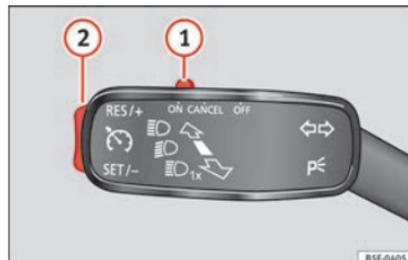

Fig. 40 Levier des clignotants et des feux de route : contacteur et commandes d'utilisation du GRA.
- Connecter le GRA : déplacez le contacteur » fig. 40 (1) sur ON. Le système s'allume. Étant donné qu'aucune vitesse n'a été programmée, le système ne règle pas la vitesse.
- Activer le GRA : appuyez sur le bouton » fig. 40 (2) dans la zone SET/-. La vitesse fixée est alors mémorisée et maintenue.
- Déconnecter le GRA temporairement : déplacez le contacteur » fig. 40 (1) sur CANCEL ou appuyez sur la pédale de frein. Le réglage est désactivé temporairement.
- Reconnecter le GRA : appuyez sur le bouton » fig. 40 (2) sur RES/+. La vitesse mémorisée sera de nouveau enregistrée et régulée.
- Augmenter la vitesse programmée pendant le réglage du GRA: appuyez sur le bouton (2) sur RES/+. Le véhicule accélère jusqu'à la nouvelle vitesse enregistrée.
- Réduire la vitesse programmée pendant le réglage du GRA: appuyez sur le bouton (2) sur SET/- pour réduire 1 km/h (1 mph). La vitesse est réduite jusqu'à atteindre la nouvelle vitesse enregistrée.
- Déconnexion du GRA: déplacez le contacteur » fig. 40 (1) sur OFF. La vitesse mémorisée est effacée et le système est déconnecté.